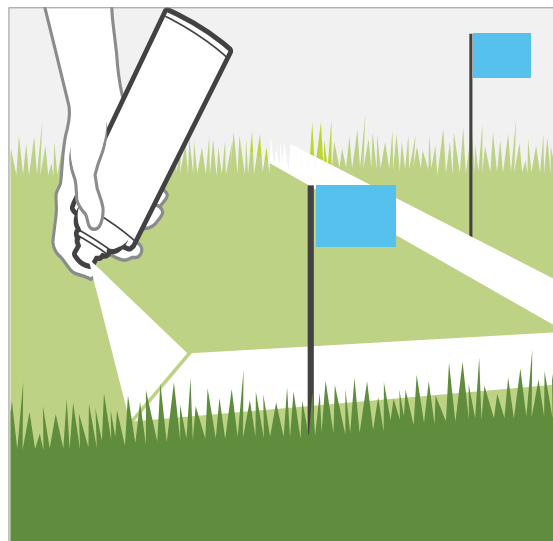

Figura 1
1. Servendosi di una bomboletta di vernice e di bandierine, segnare la traccia delle tubazioni dal punto di raccordo ai pozzetti delle valvole. Segnare la disposizione dell'impianto (*Figura 1*).